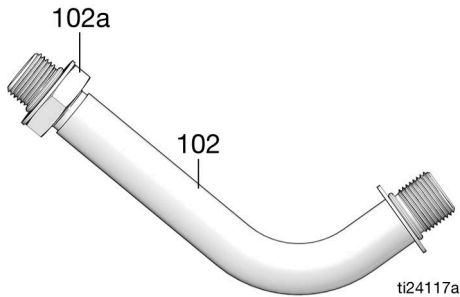

FIG. 4
4. Instale a extensão (102) no medidor:
- a. Afrouxe a porca de extensão (102a) até que ela esteja completamente fora das roscas do tubo (FIG. 4).